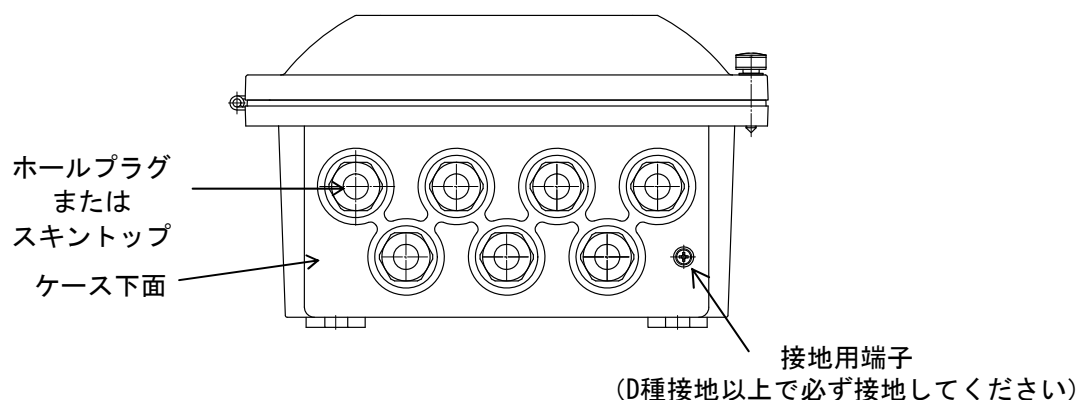
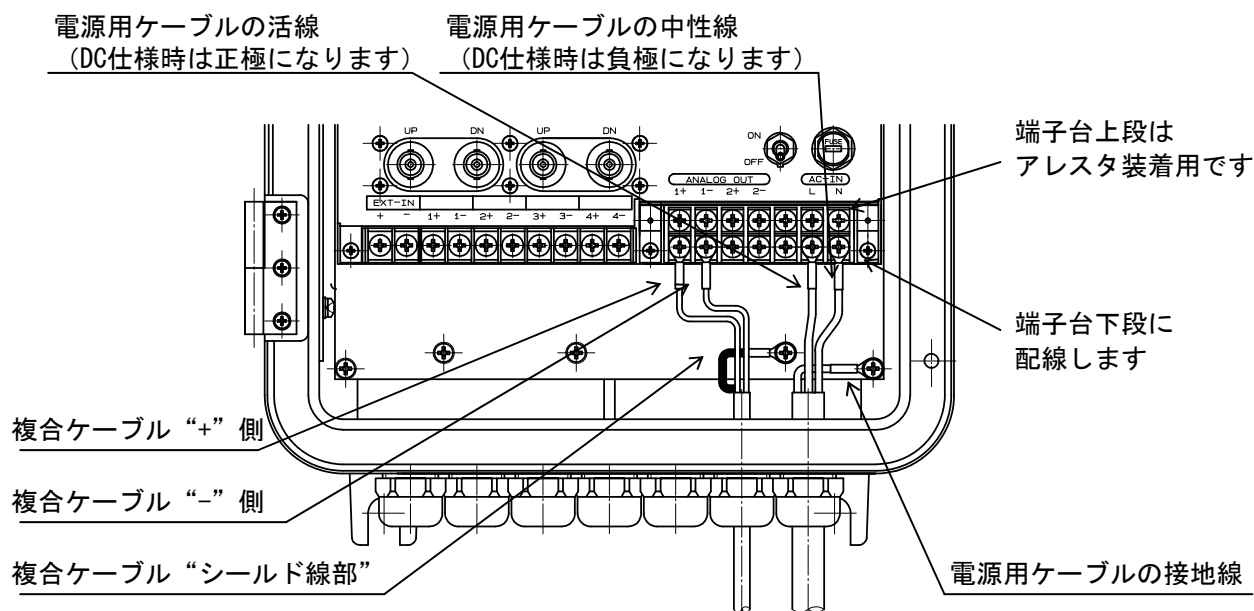
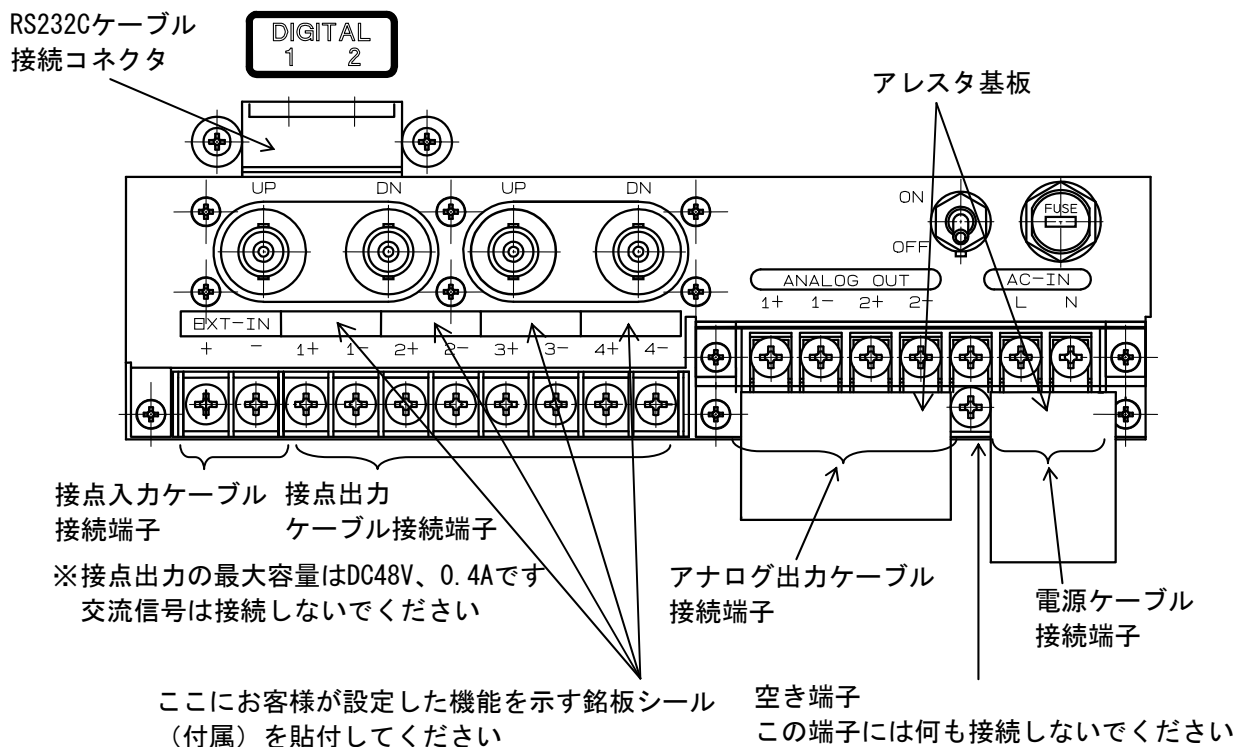

図2-4-1；外部配線（接地）
図2-4-2；外部配線（電源、アナログ出力）
図2-4-3；本体内部端子台説明図
- (2) 配線は主電源を落として行ってください。
- (3) 本体と検出器を接続する同軸ケーブルは動力線などから分離し、動力機器に近接することのないような敷設をしてください。
- (4) アレスタ基板（避雷器）は、アナログ出力および電源の端子台上部に設置されています（図2-4-3参照）ので、アレスタ基板を外してから配線を行います。配線後は再度アレスタ基板を取付けてください。
- (5) 本体と外部機器の配線は図2-4-1、図2-4-2、図2-4-3及び表2-1を参照して行ってください。
- (6) 同軸ケーブルは上流側の検出器を本体内スイッチパネルにあるBNCコネクタの“UP”側、下流側の検出器を“DN”側へ接続してください。それぞれの同軸ケーブルのシールド線は本体ケースへ接続してください。
- (7) 電源は必ず計装用電源を使用し、動力用電源と共用することは避けてください。
- (8) 電源および信号ケーブルは公称断面積0.75～2mm²相当かつ、外径φ7～11mmのケーブルを使用してください。
- (9) 極性に十分注意して配線してください。